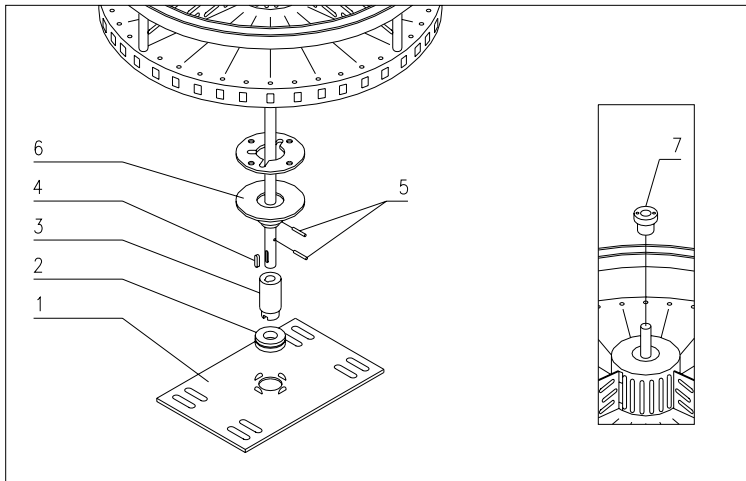

Abb. 12
- 6) Die Lagerhalterplatte abschrauben und das Ganze (Punkt Nr 1, Nr 2, Nr 3 Abb. 12) entfernen. Die Platte ringsherum mit Merkzeichen markieren, um dann das Ganze in die alte Position wieder montieren zu können.
- 7) Die Säule auf den Automantenboden hin rücken, damit die Welle derselben aus der Büchse aus Kunststoff herausragt (Punkt Nr 7 Abb. 12)
- 9) Den Stift (Punkt Nr 4 Abb. 12), die Zapfen (Punkt Nr 5 Abb. 12), die die Schleifnaben (Punkt Nr 6 Abb. 12) befestigen, wegnehmen und die Scheiben herausnehmen.